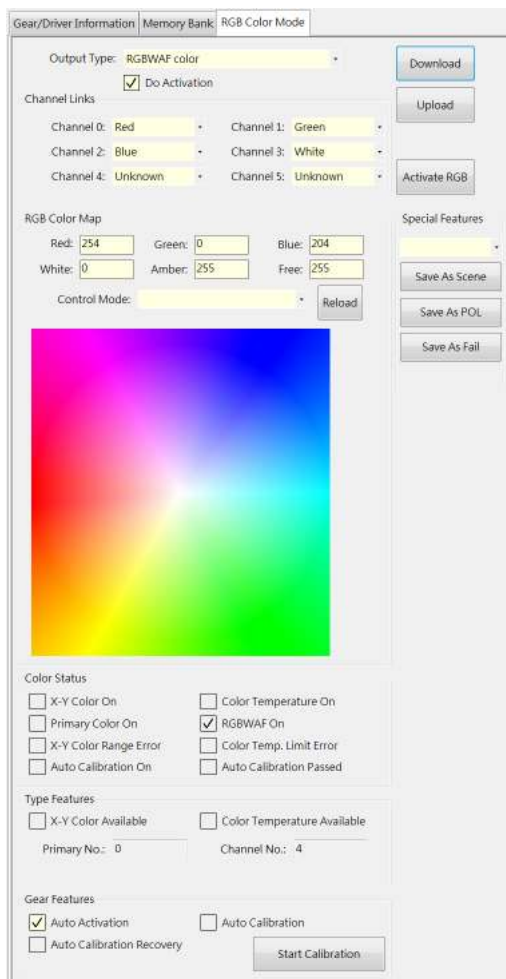

Рисунок 11.
10. Если к контроллеру подключено устройство с возможностью управления цветом (DT8), появляются дополнительные вкладки (Рисунок 11).